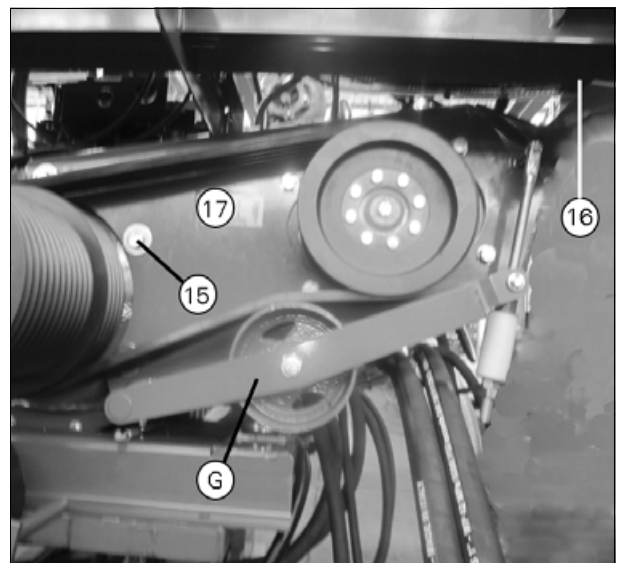

Рис. 6.
**ВАЖНО:** Обработайте болты (11) (рис. 4) и (15) (рис. 6) составом Loctite 242 и затяните их моментом 400 (11) + 225 Нм (15) соответственно.
2. Установите уплотнительное кольцо в канавку наконечника шланга и присоедините наконечник (J) к полуфланцу (Н).